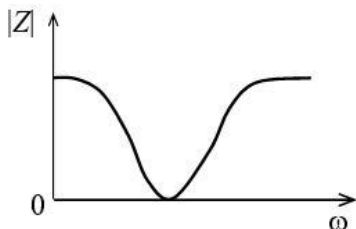

Рис. 6.5. Резонансная кривая RLC -двухполосника
Примерный вид резонансной АЧХ для RLC -двухполюсника показан на рис.6.5.
1) Из элементов, расположенных на лабораторном макете, составьте RLC-цепь, имеющую АЧХ, типа представленной на рис.6.5. и снимите ее АЧХ.